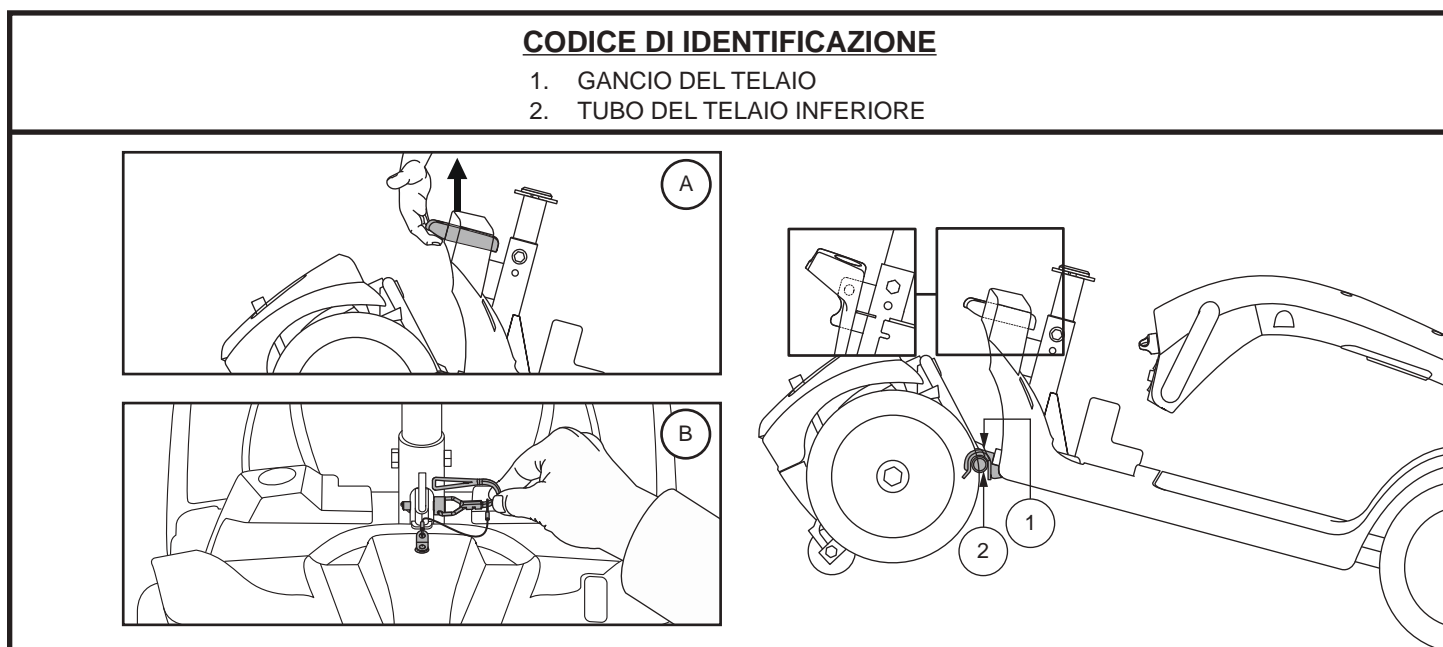

Figura 27 Leva di rilascio del telaio (Stile A) e Perna di chiusura del telaio (Stile B)
3. Rimuovere il perno di chiusura (Solo modello 104). **Vedere figura 27.**
1. Posizionare sezione posteriore e sezione anteriore dello scooter come da **figura 27**.
2. Usare la leva di rilascio del telaio (o il piantone del sedile per il modello 104) per sollevare la parte anteriore mentre si allineano i ganci del telaio della parte anteriore con il tubo del telaio inferiore della sezione posteriore. **Vedere figura 27.**